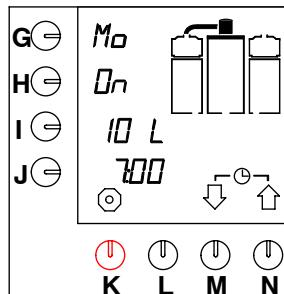

Fig. 13 Temporizador en modo de espera
- El reloj del display pasa al modo intermitente y el sistema preparará café a la hora ajustada. El display mostrará el modo de espera, vea fig. 13 .